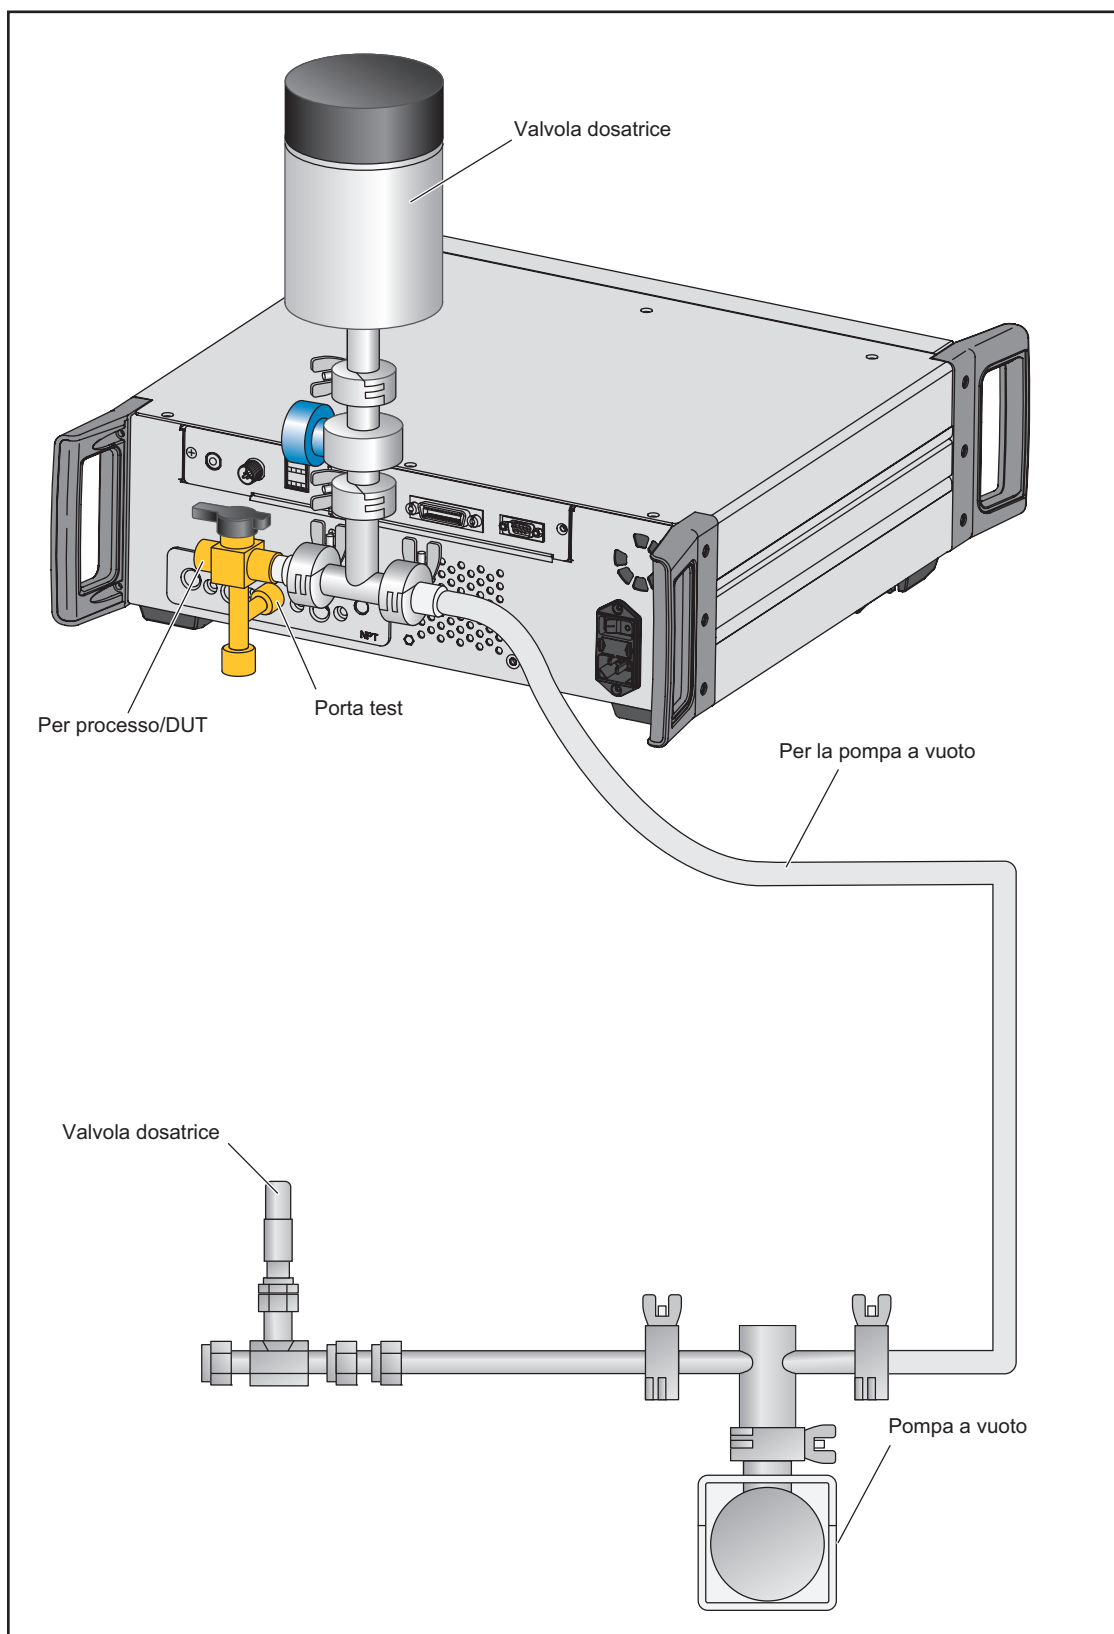

Figura 10. Azzeramento nella configurazione del vuoto
5. Collegare il sensore del vuoto, la sorgente del vuoto, la valvola di scarico, nonché l'hardware e i tubi installabili alla porta di test del Prodotto. La figura 10 mostra un esempio di configurazione. Collegare la valvola di scarico il più possibile vicino alla pompa a vuoto e il sensore del vuoto di riferimento il più vicino possibile alla porta di test.
Sulla porta di test è possibile installare una valvola a sfera a 3 vie opzionale (Figura 10). Questa configurazione mantiene il sensore del vuoto nella sua posizione originale e ne consente l'isolamento se non viene utilizzato per azzerare i PMM. Quando il sensore del vuoto è isolato, è possibile usare la porta di test per altri processi.